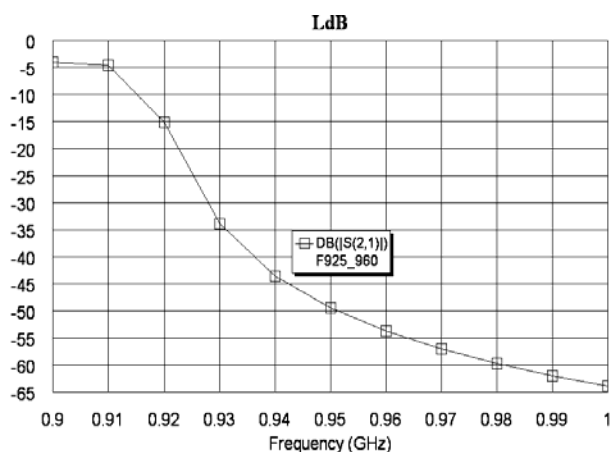

Рис.3.153
5. Сделайте активным окно графика **LdB** и щёлкните по значку **Analyze** на панели инструментов. Из графика (рис. 3.153) видно, что резонаторы укорочены недостаточно.